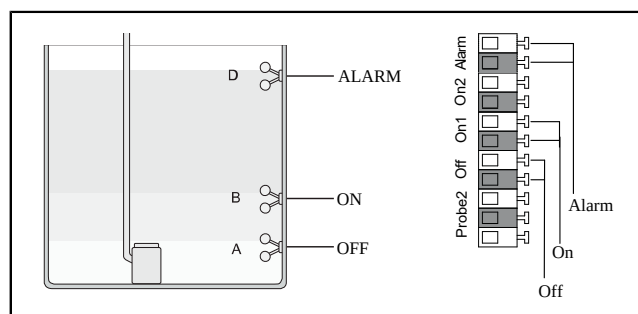
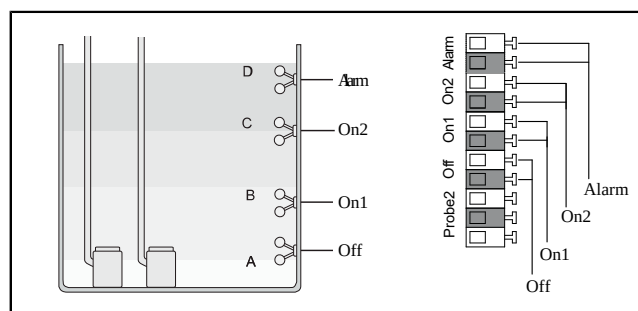

Bild 3: Mono-flottörbrytare (icke-ATEX)
Bild 4: Duo-flottörbrytare (icke-ATEX)
- Dra ut blindpluggarna (1).
- Anslut kabeländarna på flottörbrytarna till de angivna anslutningarna. (se "Bild 3: Mono-flottörbrytare (icke-ATEX)", sida 11 + se "Bild 4: Duo-flottörbrytare (icke-ATEX)", sida 11)